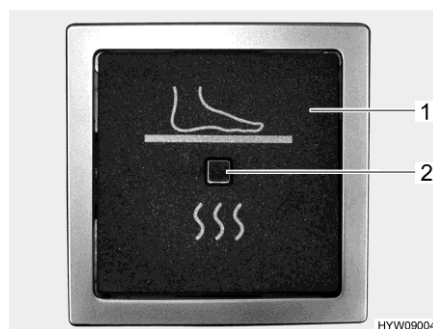

Bild 120 Wippschalter (elektrische Fußbodentemperierung)
- ▷ Die elektrische Fußbodentemperierung wird über einen Wippschalter (Bild 120,1) ein- und ausgeschaltet. Wenn die Fußbodentemperierung in Betrieb ist, leuchtet die Kontroll-Leuchte (Bild 120,2).